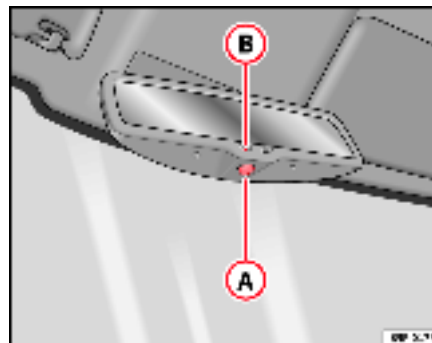

Fig. 89 Rétroviseur intérieur avec réglage automatique de position anti-éblouissement.
- Appuyez sur la touche **A** ⇒ fig. 89. Le témoin **B** s'éteint.
- Appuyez sur la touche **A** ⇒ fig. 89. Le témoin s'allume.